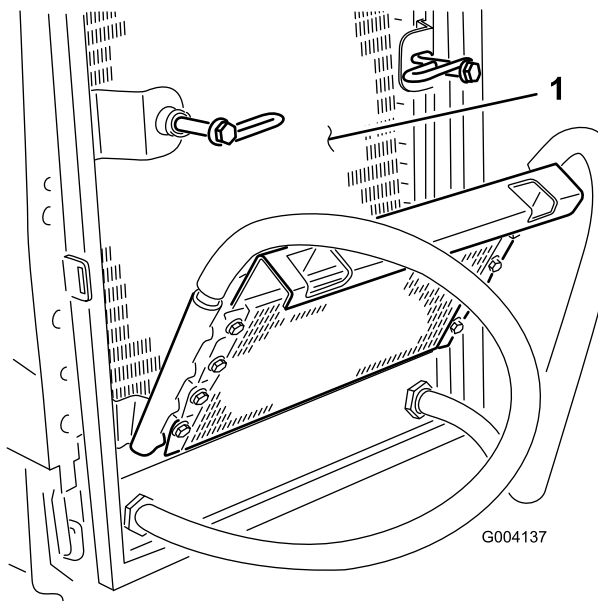

Figure 102
- Nettoyez soigneusement les deux côtés du refroidisseur d'huile et du radiateur (Figure 102) à l'air comprimé.